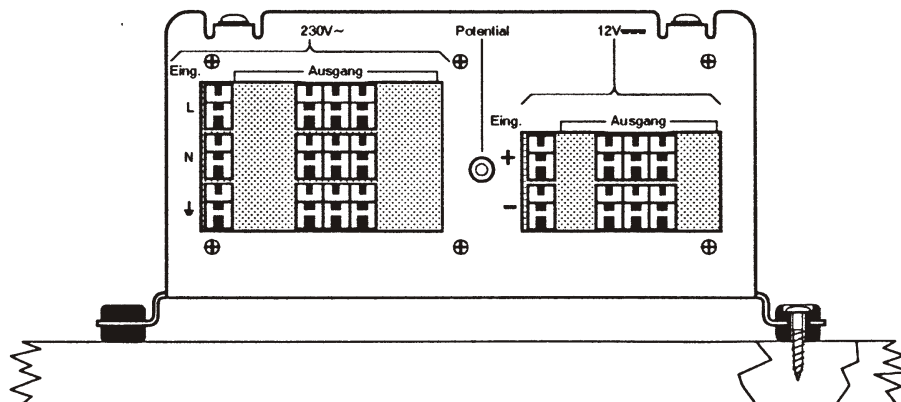

Bild 2: Aufstellen
4. Schritt Das Gerät mit den vier mitgelieferten Befestigungsschrauben sicher befestigen. (Siehe Bild 2).